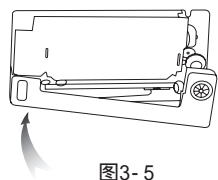

图3-5
- 2、用手的拇指和食指轻抬色带匣的两端，先抬起色带盒的左端，然后抬起色带盒的右端，取出原色带匣；或轻压色带匣左边PUSH字样处，使色带匣做右边翘起，顺势取出色带匣。如图3-5，3-6所示。